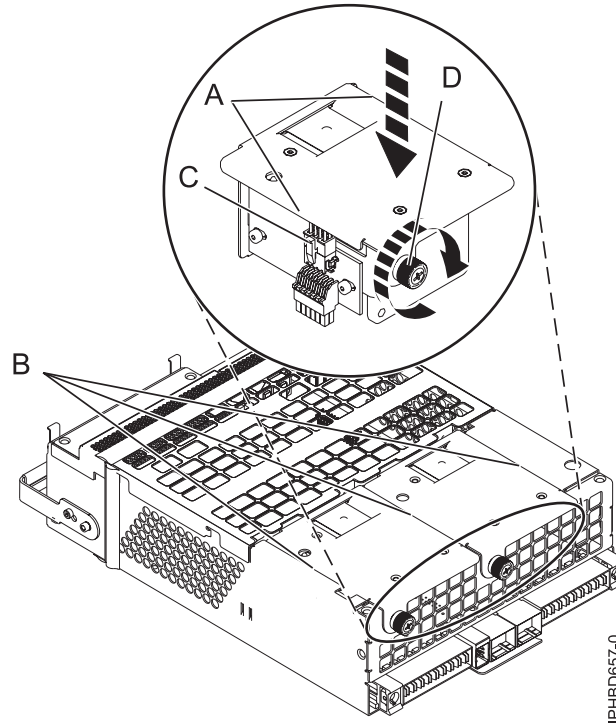

Figure 17. Remplacement d'un ventilateur
- b. Appuyez sur le ventilateur (A) pour l'insérer dans son connecteur dans le bloc, comme illustré à la figure 17, à la page 19.
- c. Serrez la vis moletée (**D**) comme illustré à la figure 17.